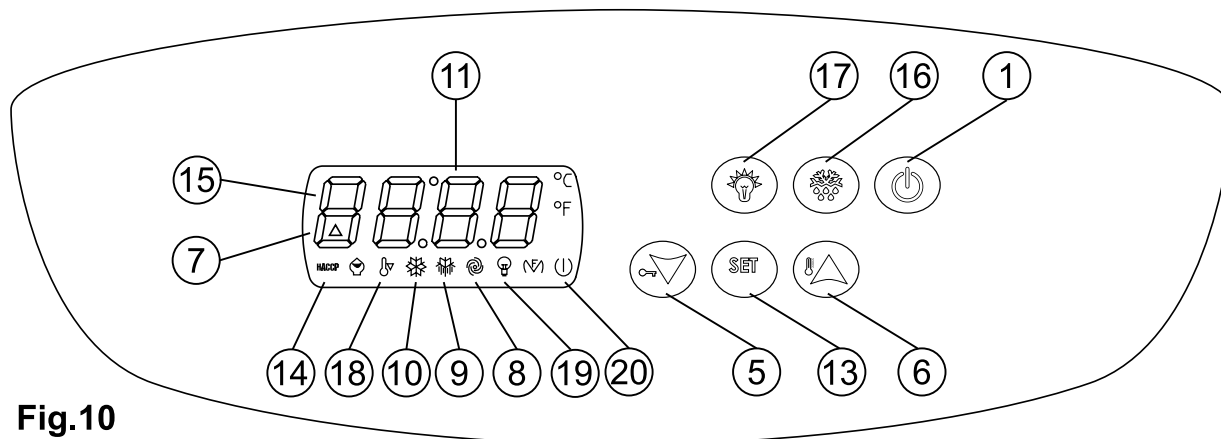

Fig.10
8.1.1 Descrizione dei comandi e pulsanti (fig.10)
8.1.2 Allarmi e segnalazioni (fig.10)